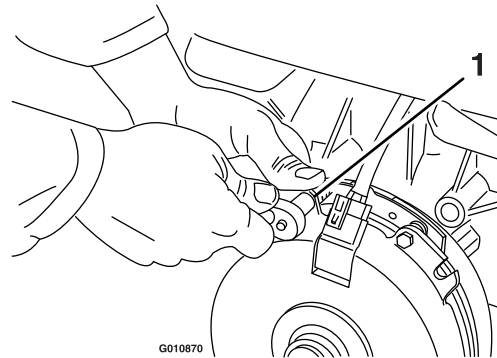

Figure 58
- A. Desserrez les boulons de fixation du frein de ½ tour à 1 tour, comme montré à la Figure 58.